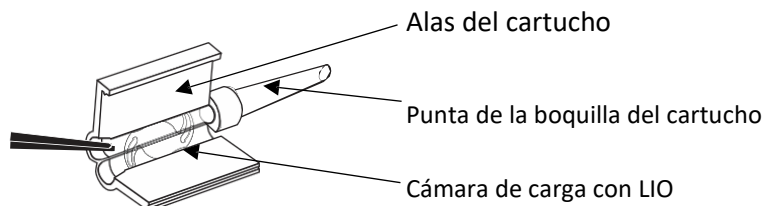

Fig. 1
7. Mantenga abiertas las alas del cartucho, centre la LIO y coloque la punta de las hápticas bajo el borde de las ranuras. Empuje suavemente el lente hacia abajo con la pinza para que los bordes de la óptica queden asegurados debajo del borde de las ranuras tal como se muestra en la Fig. 1.